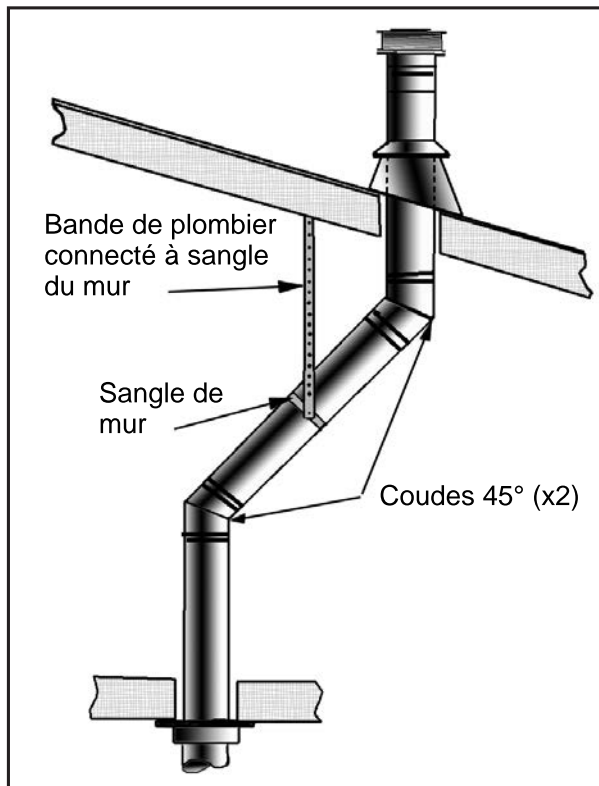
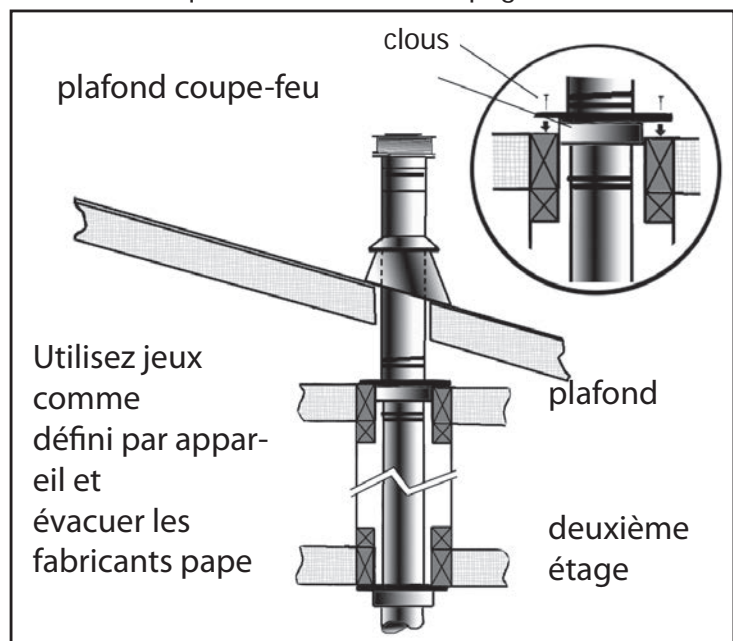

Figure 46: Utilisation de sangles murales
Figure 47: Installation de conduits d'aération à plusieurs étages
- (1) Si un déport est nécessaire dans le grenier pour éviter les obstructions, il est important de soutenir le tuyau d'évacuation tous les 3 pieds (914 mm), afin d'éviter une tension excessive sur les coudes et une éventuelle séparation. Des sangles murales sont disponibles à cet effet (voir la figure 46).
- (2) Dans la mesure du possible, utilisez des coudes à 45° au lieu de coudes à 90°. Le coude à 45° limite moins la circulation des gaz de combustion et de l'air d'admission.
- (3) Pour les installations à plusieurs étages, un pare-feu de plafond est requis au deuxième étage et à tous les étages suivants (voir la figure 47). L'ouverture doit être encadrée selon des dimensions intérieures de 10 po (254 mm) x 10 po (254 mm), de la même manière que celle illustrée à la page 29.